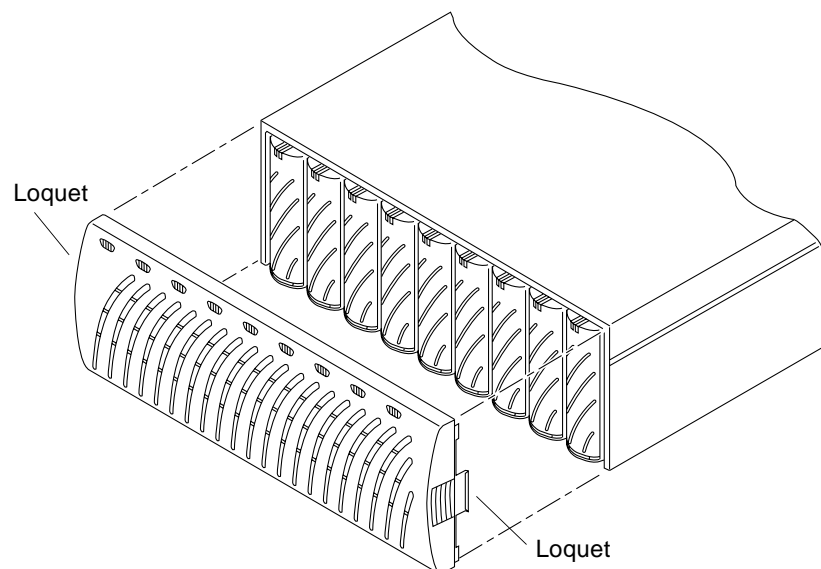

FIGURE 2-1 Retrait du panneau avant
4. Enlevez le panneau avant de la baie de disques en appuyant sur les loquets latéraux et en retirant le couvercle (FIGURE 2-1).